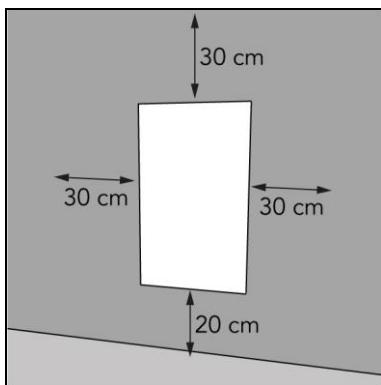

Figura 7
2. Așezați dispozitivul la o distanță minimă (Figura 7) de: